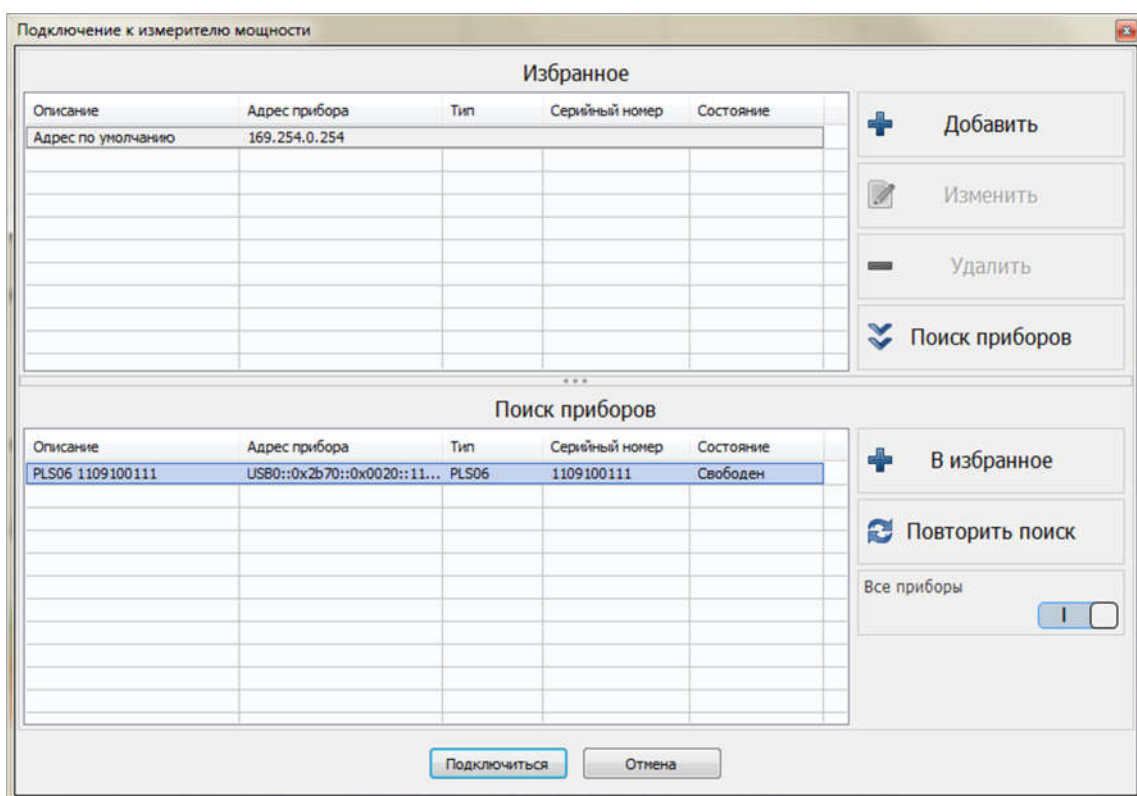

Рисунок 2.167 – Окно «Подключение к измерителю мощности»
- Выбрать измеритель мощности и нажать «Подключиться» (рисунок 2.167)¹⁾.